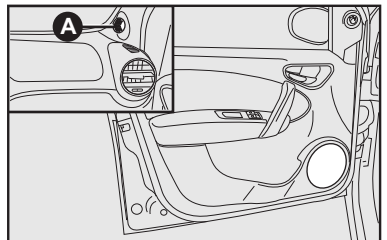
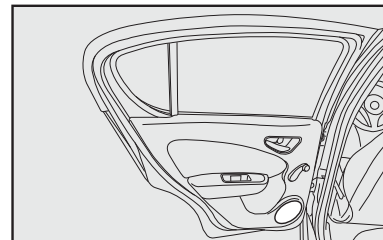

fig. 94
fig. 95
- alto-falantes na porta dianteira e traseira **fig. 94** e **fig. 95**.
- Tweeters (15W) nas colunas das portas dianteiras, detalhe **A-fig. 94**.